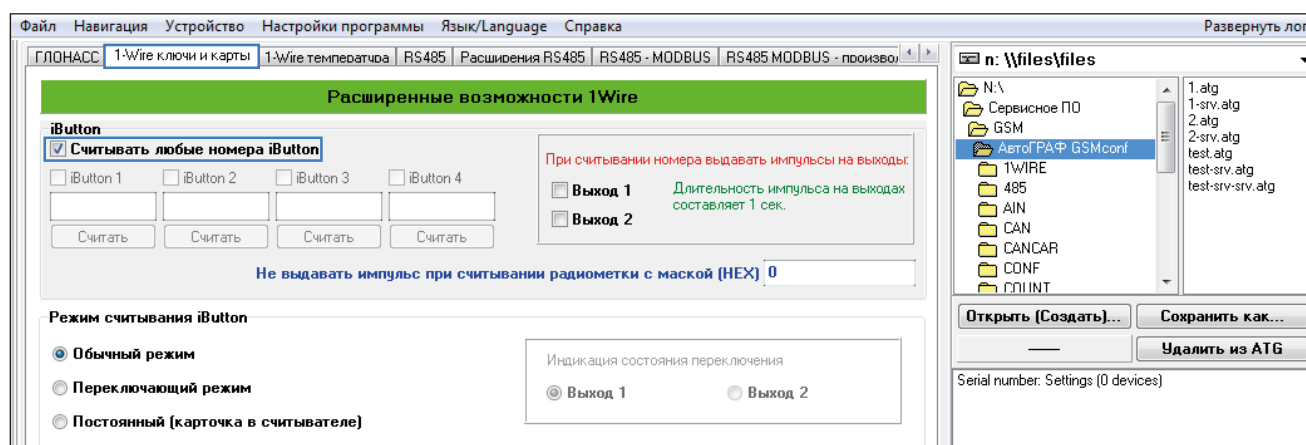

Рис.24. Настройка шины 1-Wire контроллера АвтоГРАФ на считывание любых номеров
Для корректной работы со считывателем по шине 1-Wire у контроллера АвтоГРАФ должен быть настроен интерфейс 1-Wire. Соответствующие настройки можно задать в программе AG.GSMConf на вкладке «1-Wire ключи и карты» (**Рис.24**):
- Если в настройках разрешено считывание любых номеров iButton, то контроллер будет считывать и записывать в память номера любых подключаемых карт и время их регистрации. Для включения этой настройки установите чек-бокс «Считывать любые номера iButton» и сохраните настройки (**Рис.24**).